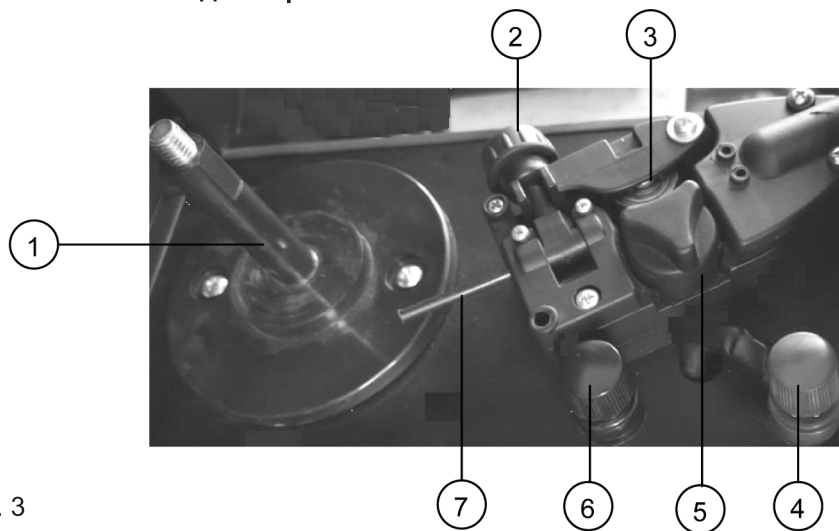

Рис. 3
Обозначения в отсеке механизма подачи проволоки (Рис. 3)
2. Откройте отсек механизма подачи проволоки. Установите катушку с проволокой на держатель катушки (поз.1, Рис. 3).
4. Отрежьте изогнутый кончик проволоки и вставьте проволоку в канал для проволоки (поз. 7, Рис. 3) и через ролик в выходное отверстие подающего механизма примерно на 15 см.
5. Убедитесь, что канавка ролика соответствует диаметру проволоки. Прижмите проволоку прижимным роликом (поз. 3, Рис. 3).
3. В отсеке механизма подачи проволоки переставьте кабель с клеммы «+» (поз. 4, рис. 3) на клемму «-» (поз. 6, Рис. 3).